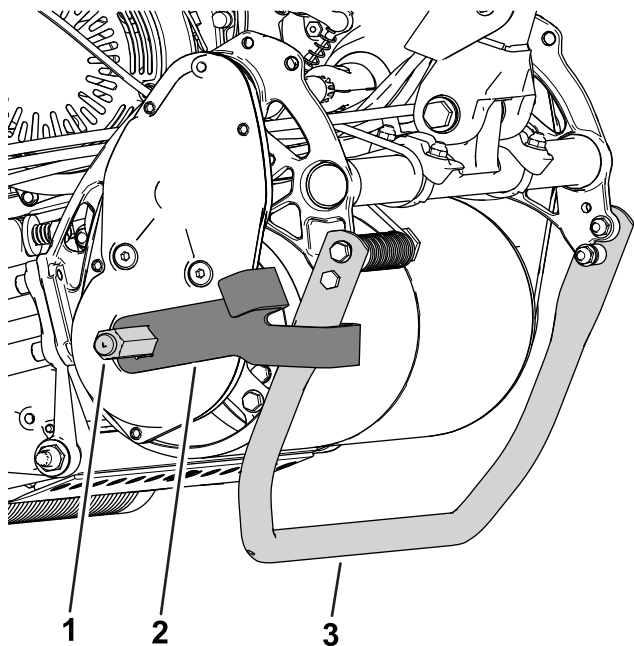

Рисунок 10
- **Барабан установлен в ВЫСОКОЕ** положение: наденьте кронштейн на вал так, чтобы более длинный крюк был обращен в сторону машины (как показано на Рисунок 10).